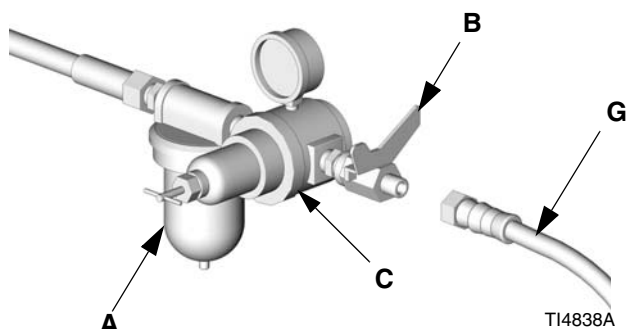

FIG. 3
6. Sluit het andere einde van de luchtslang (G) aan op de uitlaat van de luchtafsluiter. Zie FIG. 3.